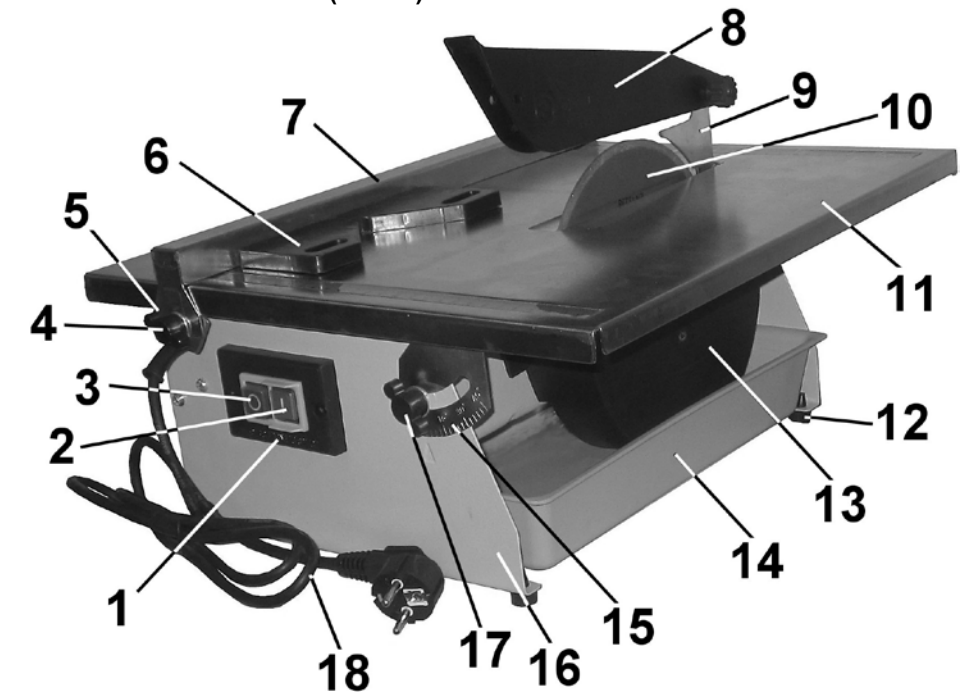

Рис. 2
## 7. УСТРОЙСТВО (Рис. 2)
Установите и через крепёжные отверстия основания (16), Рис.2, закрепите плиткорез на ровной прочной горизонтальной поверхности верстака, или в эти отверстия установите резиновые опоры (12).
9.2. Как показано на Рис.2; 3, между основанием (16) и защитным кожухом (13) установите поддон (14).
## 11. ОСНОВНЫЕ ОПЕРАЦИИ (Рис. 2)
**Внимание:** Перед установкой нового или долго хранившегося отрезного диска (10) проверьте плоскость режущей кромки относительно посадочного места диска. Не устанавливайте деформированные отрезные диски. Используйте отрезные диски (10), где толщина их режущей части не тоньше расклинвателя (9), Рис. 2.
12.4. Установка отрезного диска требует особого внимания и некоторых навыков. Шпindel (22) и внутренний фланец (24) изготовлены как отдельные детали, поэтому обратите внимание на установку деталей крепления отрезного диска (10) без перекосов. Если после установки отрезного диска (10) наблюдается биение режущей кромки более 0,2мм, повторяйте установку до устранения биения. Для этого проверните и установите без перекосов внутренний фланец (24). Отрезной диск (10) и внешний фланец (23) удерживайте без перекосов. Надёжно закрепите.